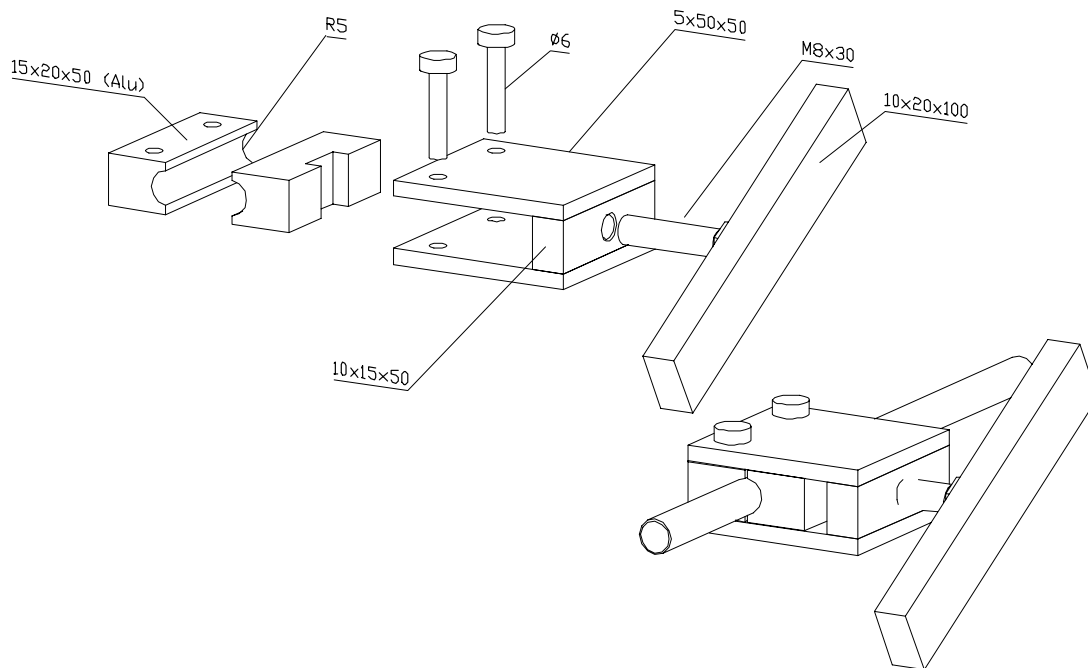

Abbildung 14: Rohrklemmer
1. Man kommt an eine gute Biegezange, hier Rothenberger 1125132, ran. Tubusrohr ist mit 10×0,5 mm schon dünnwandig und nicht mehr trivial zu biegen. Es knickt bevorzugt an der Innenseite ein und versaut die ganze Arbeit. Auch mit dieser Methode wird man an Stößen nicht um Arbeitsschritte nach 2. umhinkommen. Das Biegen funktioniert gut, wenn man das Rohr gut entfettet, blankschmirgelt und am Nachrutschen in der Biegezange hindert; dafür ist das in Abbildung 14 abgebildete, schnell zusammengeschweißte Werkzeug nützlich. Aber auch dann wird es an der Innenseite ein bißchen knittern. Diese Angaben beziehen sich auf Biegeradien 3×D, also 30 mm. Sand und Wachsfüllungen